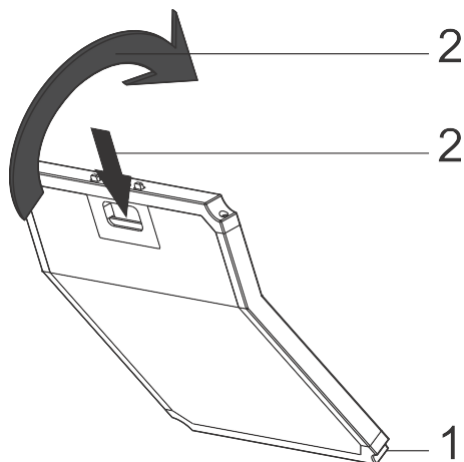

Fig. 7: FILTRO DE CARBÓN
- 1-Coloque la parte inferior del filtro de carbón en el armario para el motor. Fig. 7
- 2-Pulse en la pestaña del filtro de carbón y empújelo hacia adelante, y asegúrese de que las pestañas del filtro de carbón estén enganchadas y bloqueadas. Fig. 7